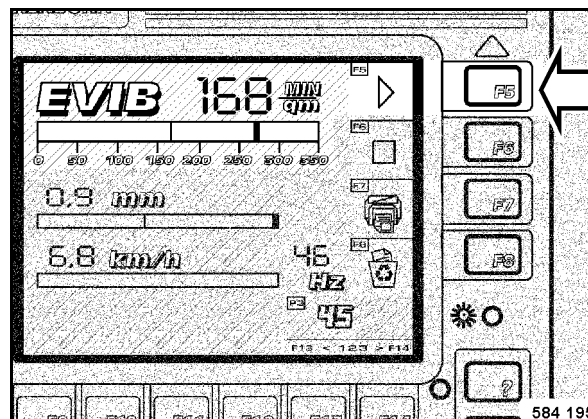

Fig. 86
- El campo de control en la izquierda de F5 (Fig. 86) emite luz verde.